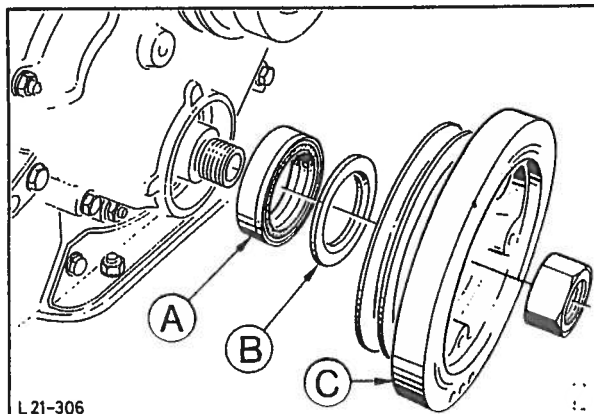

Fig. 155 Montering av veivakselens fremre tetningsring.
7. Monter veivakselens fremre tetningsring med spesialverktøy 21-082 sammen med remskiven, fig. 155. Bruk spesialverktøy 21-018 for å holde fast veivakselen.